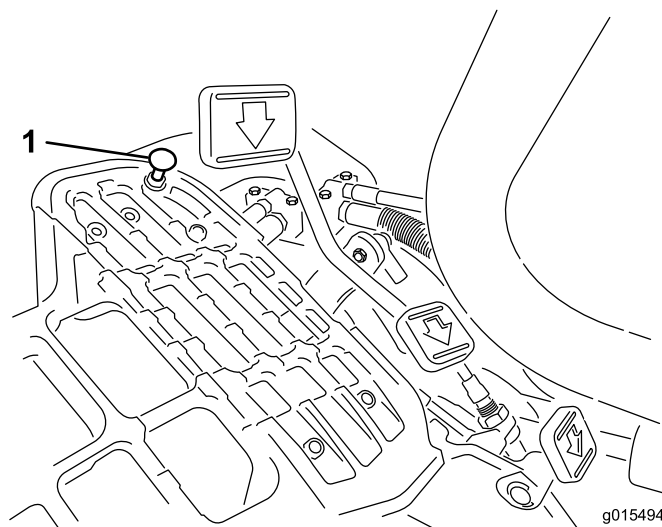

Figura 54
Carregue no pedal de tracção. Se o pedal entrara em contacto com o batente (Figura 54) antes de se sentir tensão no cabo, é necessário efectuar um ajuste:
1. Desaperte as porcas de bloqueio de cabeça de flange que fixam o batente do pedal à placa inferior (Figura 54).